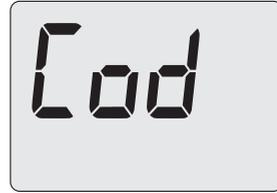

Figura 8.5
- Desplace los parámetros mediante los botones 13 o 14 hasta que aparezcan en el display LCD las letras **Cod**, indicando que se ha entrado en el "parámetro Cod" (Figura 8.5); luego aparecen tres guiones "- - -" fijos.